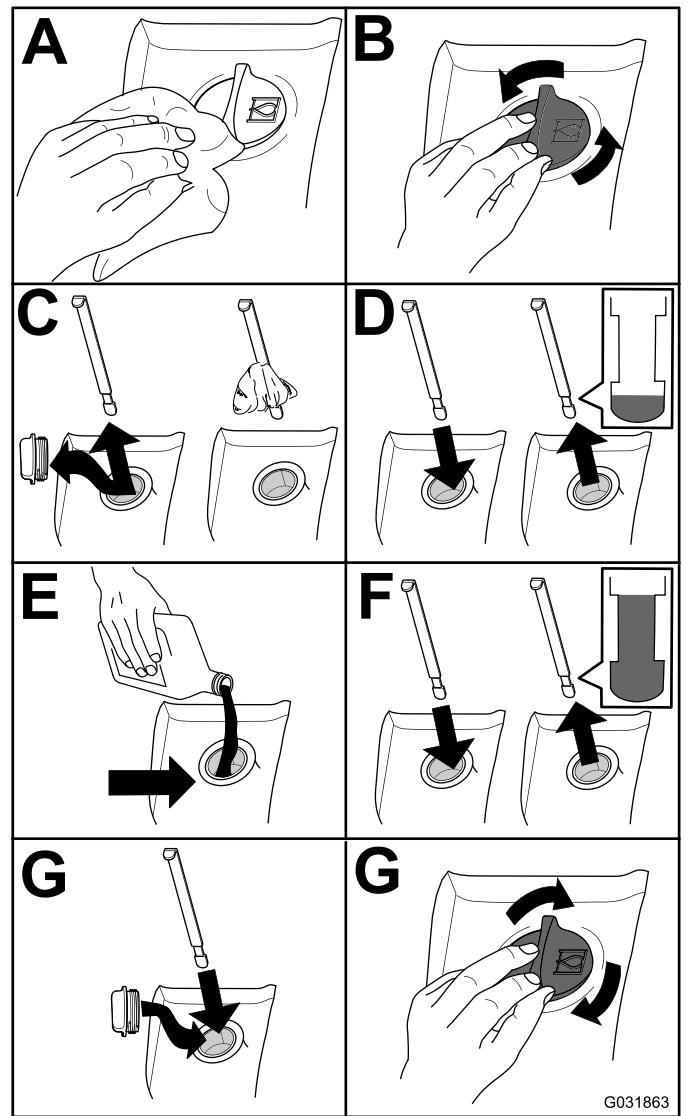

Bild 117
2. Prüfen Sie den Stand des Hydrauliköls (Bild 117).